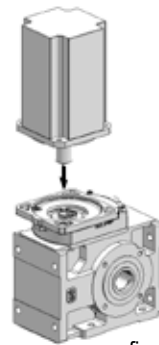

fig. 3
- den Motor bis zum Absatz montieren (s. Abb. 3);